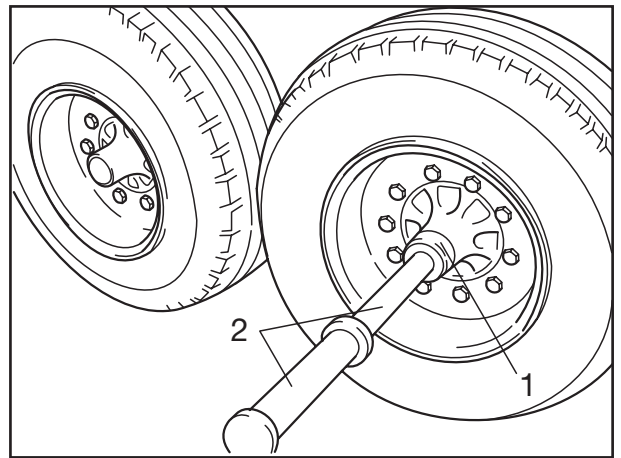

Fig. 1
[2] Einschraubköpfe (Fig. 1/1) (BPW Nr. siehe Kapitel 2) an die Radnaben der Bezugsachse anschrauben, beide Messrohre (Fig. 1/2) einschrauben und Bezugsachse so weit anheben, bis beide Räder frei sind.
- [2] Screw threaded adapters (Fig. 1/1) onto the wheel hubs of the reference axle, screw in both aligning tubes (Fig. 1/2) and raise the reference axle far enough until both wheels are clear of the ground.
- [2] Visser les têtes (fig. 1/1) (no BPW - voir chapitre 2) sur les moyeux de l'essieu de référence; serrer à vis les deux barres d'alignement (fig. 1/2) et relever l'essieu jusqu'à ce que les deux roues puissent tourner librement.
- [3] Sur chaque roue tournant librement, déterminer le point le plus élevé d'excentration sur les barres d'alignement (avec un trusquin) (fig. 1/2) et les faire tourner verticalement vers le haut. Faire redescendre l'essieu sur le sol.